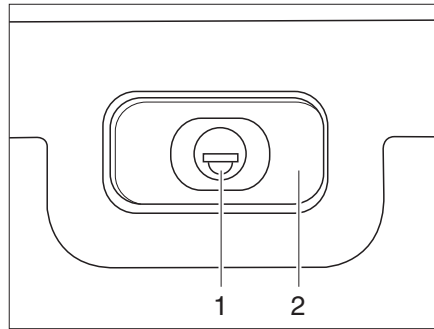

Fig. 32 Cerradura de la trampa, rectangular, cerrada
- Introducir la llave en el cilindro de cierre (Fig. 32,1) y girarla un cuarto de vuelta. El asidero de la cerradura (Fig. 32,2) se abre de golpe.